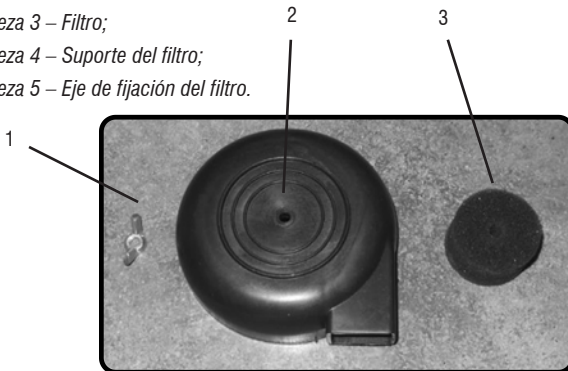

Fig. 6 – piezas del filtro
*El moto-compresor posee un sistema de filtro que evita que impurezas del aire entren en contacto con el cilindro. Para evitar este tipo de problema, nunca utilice el moto-compresor sin el filtro. Para montar el filtro proceda de la siguiente manera, Fig. 6 y 7:*
- a) *Coloque el filtro (3) dentro del soporte del filtro (4);*
- b) *Cierre el conjunto con la tapa del filtro (2);*
- c) *Atornille la tuerca mariposa (1) en el eje de fijación del filtro (5),*
*Descriptivo de las piezas del filtro, Fig. 6 y 7:*